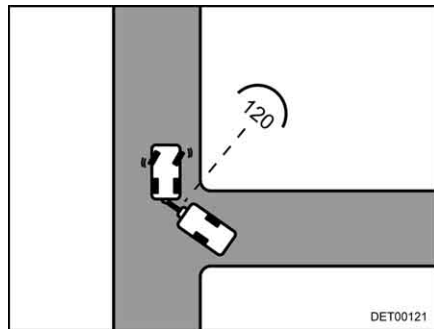

Fig. 17 Manœuvre à effectuer
- Dès que les deux véhicules se trouvent dans un angle de 120° l'un par rapport à l'autre, s'arrêter (Fig. 17).